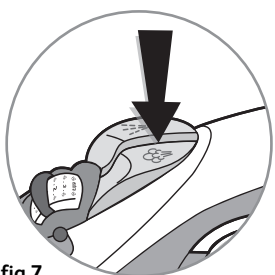
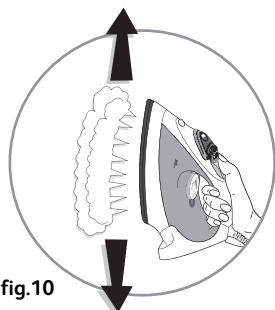

fig.7
fig.10
- Для разглаживания трудных складок время от времени нажимайте кнопку **Superpressing**  (рис.7).
- Выполните несколько последовательных коротких нажатий на кнопку подачи парового удара  (рис.7) и ведите утюгом сверху вниз (рис.10).